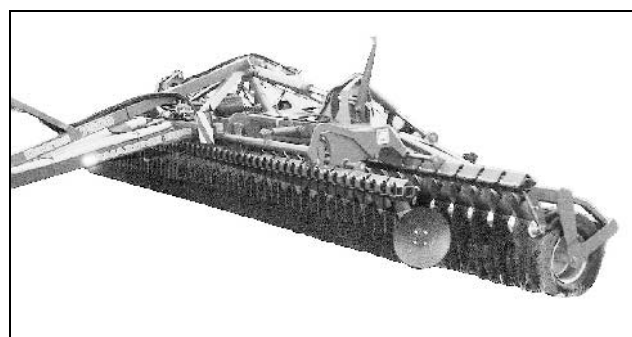

Fig. 40
- Lyft upp båda tallriksraderna (Fig. 40) helt.